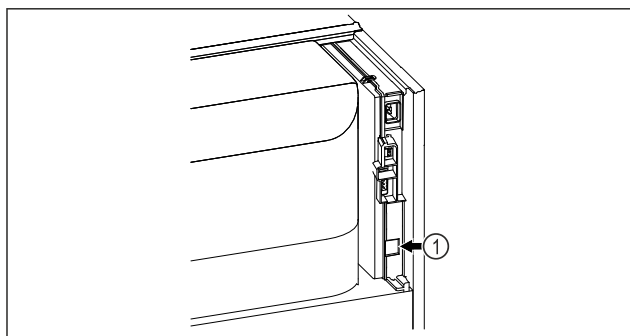

Fig. 129
- ❑ SmartModule Fig. 129 (1) установлен.